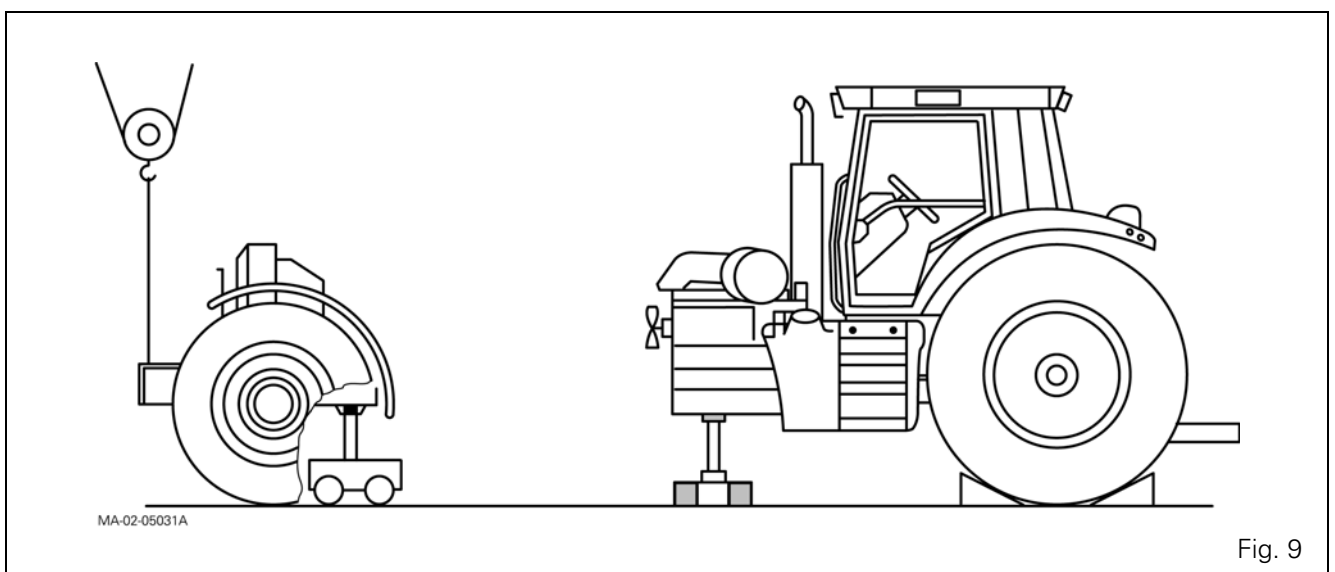

Fig. 9
- 19.** Montar (Fig. 9):
PELIGRO: Durante la desconexión, utilizar la eslinga para evitar que vuelque el conjunto del bastidor delantero (Fig. 9).